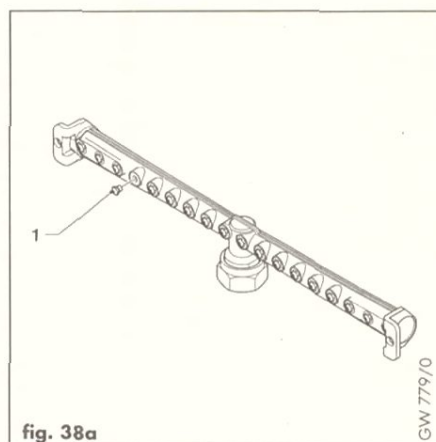

fig. 38a
- Sostituire gli ugelli del bruciatore (1, fig.38a) con quelli del nuovo tipo di gas.